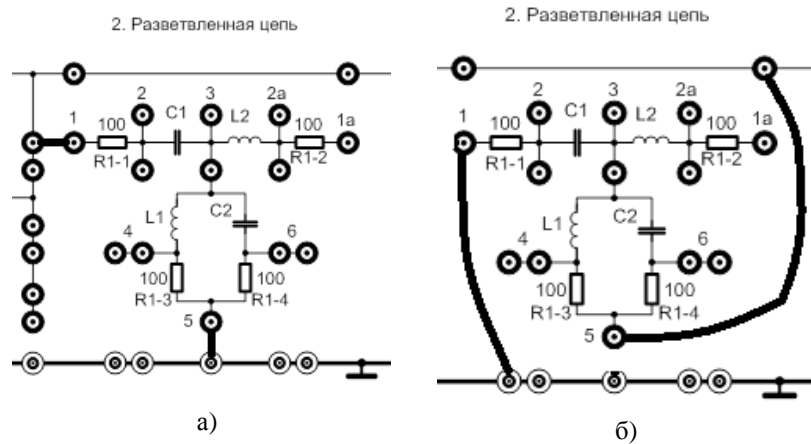

Рисунок 3.3. Схема экспериментальной установки
1) Собрать схему (рис. 3.3а) для измерения узловых напряжений, установив перемычки с гнезда 1 на сигнальную шину и с гнезда 5 на общую шину;
- 5) Поменять положение дополнительных перемычек, как показано на рис.3.3б;